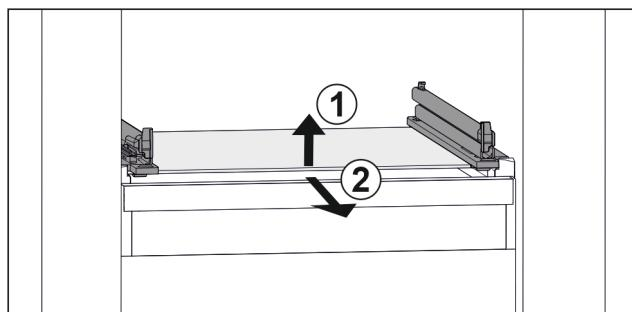

Fig. 88 Příklad znázornění skleněné desky
- Nadzvedněte skleněnou desku vpředu. Fig. 88 (1)
- Vyměte skleněnou desku dopředu. Fig. 88 (2)